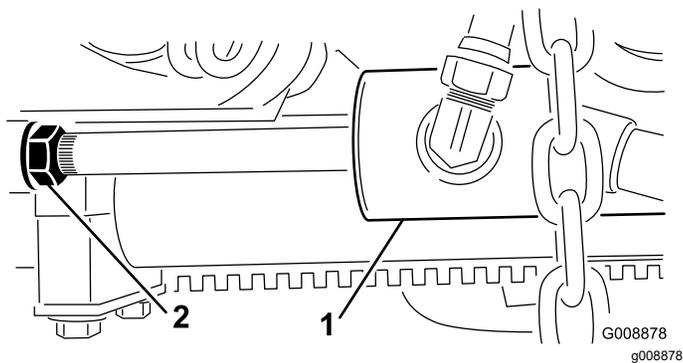

**Figura 28**
1. Desaperte as porcas de retenção de ambos os lados da máquina e retire os parafusos de paragem do braço de elevação (Figura 28).